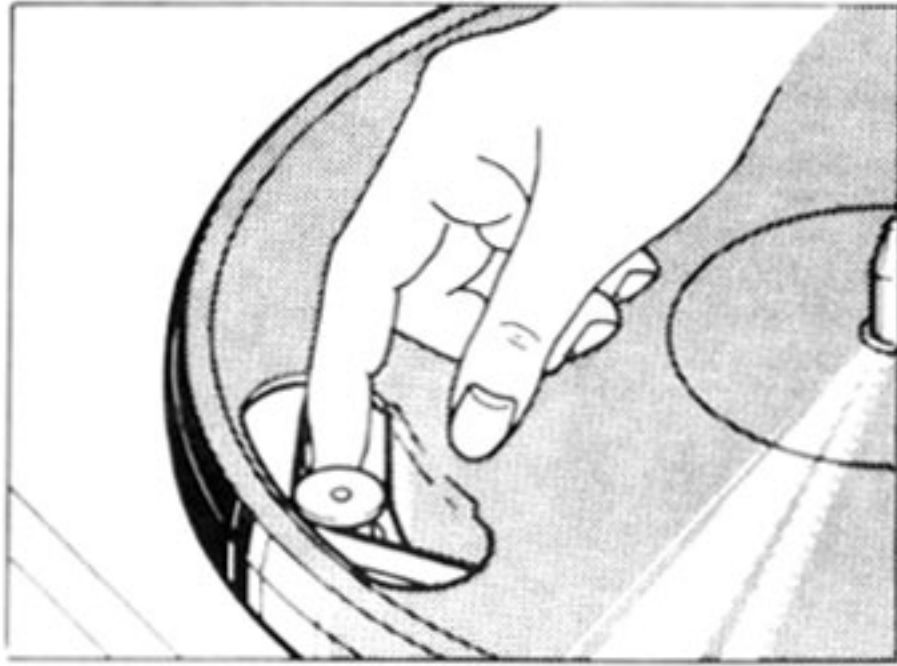

Fig. 1
- Legen Sie den Antriebsriemen über die Motorantriebsrolle (Fig. 1) und drehen Sie den Plattenteller einige Umdrehungen. Achten Sie darauf, daß der Riemen richtig über der Antriebsrolle liegt.